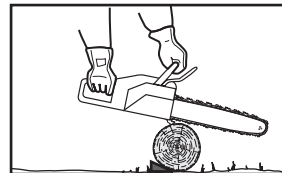

Fig. 35
6. Si le diamètre du morceau de bois est assez important pour qu'il soit possible d'y insérer un coin d'abattage souple sans toucher la chaîne, utiliser le coin à des fins de maintien pour éviter les pincements (Fig. 35).